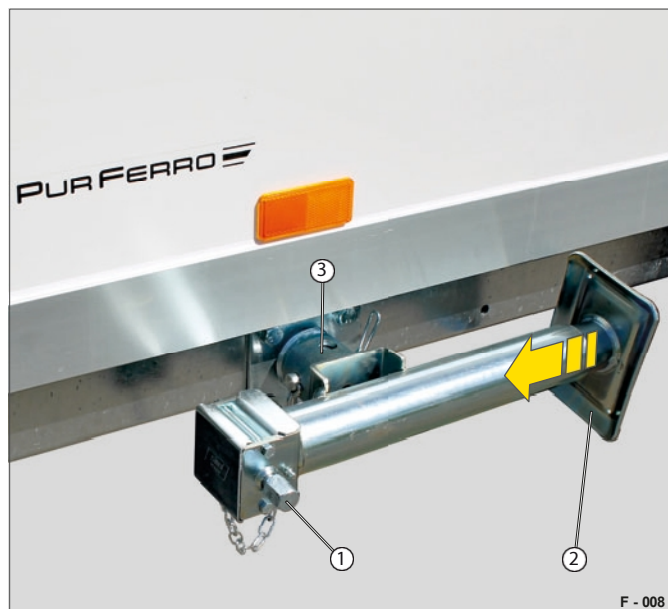

Fig. 7 Teleskopisk håndsvingstøtte i kørestilling
- Før du kører, skal du kontrollere, at alle støtter er i vandret position, at nivelleringsfoden (Fig. 7/2) er trukket tilbage, og at støtterne sidder i beslaget. (Fig. 7/3) er sikret.
- Skub håndsvinget på håndsvingfæstet (fig. 7/1).